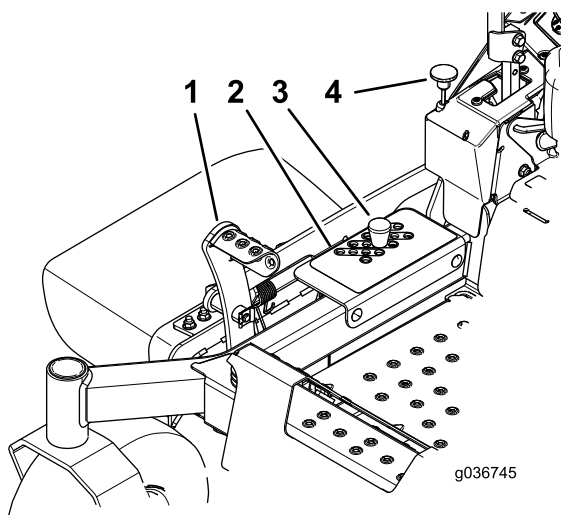

Figure 30
2. Appuyez sur la pédale de levage du plateau avec le pied et élevez le plateau à la position de TRANSPORT (qui est aussi la position de hauteur de coupe de 127 mm), comme montré à la Figure 30.
3. Retirez l'axe du support de hauteur de coupe (Figure 30).
4. Placez la goupille dans le trou du support correspondant à la hauteur de coupe voulue (Figure 30).